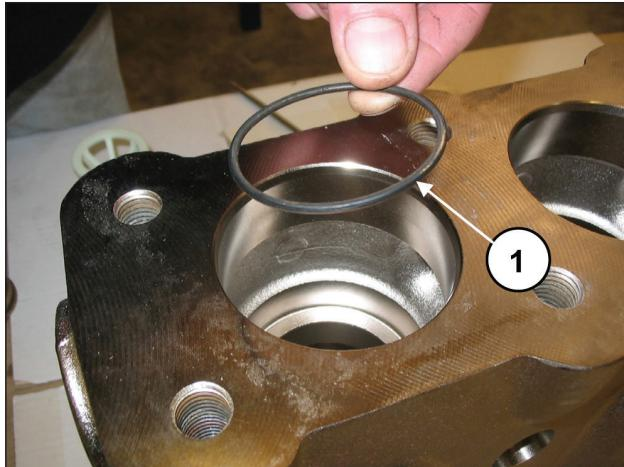

Fig. 103
Inserire l'O-ring, pos. esploso n. 5 (pos. ①, Fig. 103).